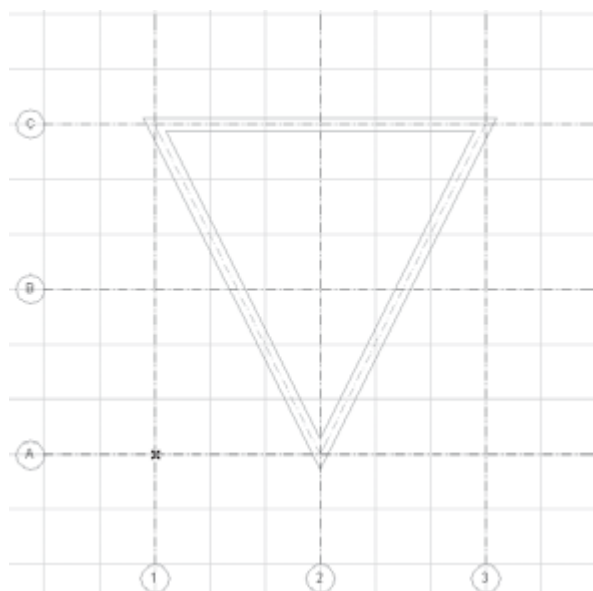

Рис. 7.6. Построение балок
10. Постройте замкнутый контур балок в виде треугольника (рис. 7.6).